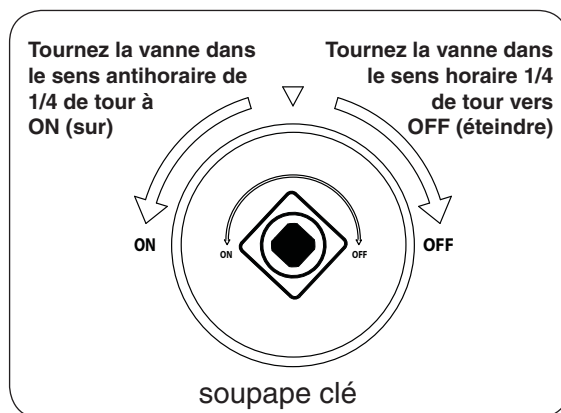

Fig. 38-2
4. **Une fois que le match est en feu et en position**, tournez la vanne clé sens anti-horaire d'un tour à la position **ON** (sur) 1/4 (voir Fig. 38-2). Votre brûleur devrait s'allumer.
**AVERTISSEMENT:** Si le brûleur ne se allume pas dans les cinq (5) secondes de tourner sur la vanne clé, tournez immédiatement la vanne clé vers la droite d'une tour à la position **OFF** (éteindre) 1/4.
Pour éteindre votre brûleur à gaz, tourner la soupape clé vers la droite d'une tour à la position **OFF** (éteindre) 1/4 (voir Fig. 38-2). Assurez-vous que la vanne clé est tournée entièrement au large pour éviter toute fuite de gaz.